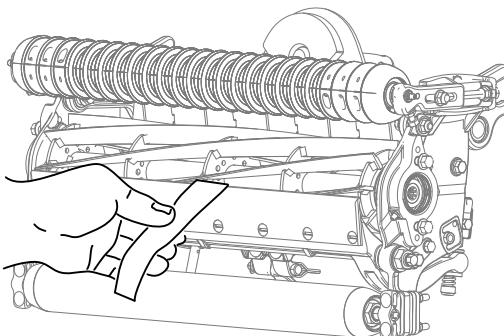

Bild 8
- B. Legen Sie einen langen Streifen des Schnittleistungspapiers (Toro-Bestellnummer 125-5610) senkrecht zum Untermesser zwischen die Spindel und das Untermesser (**Bild 8**) und drehen die Spindel **langsam** nach vorn; dadurch sollte das Papier
13. Führen Sie einen langen Streifen des Schneidleistungspapiers (Toro Teilenummer 125-5610) senkrecht zum Untermesser (Bild 8) zwischen die Spindel und das Untermesser ein, drehen Sie die Spindel dann **langsam** nach vorne. Sie sollte das Papier zerschneiden. Drehen Sie sonst jede Einstellschraube des Untermessers um einen Klick nach rechts und